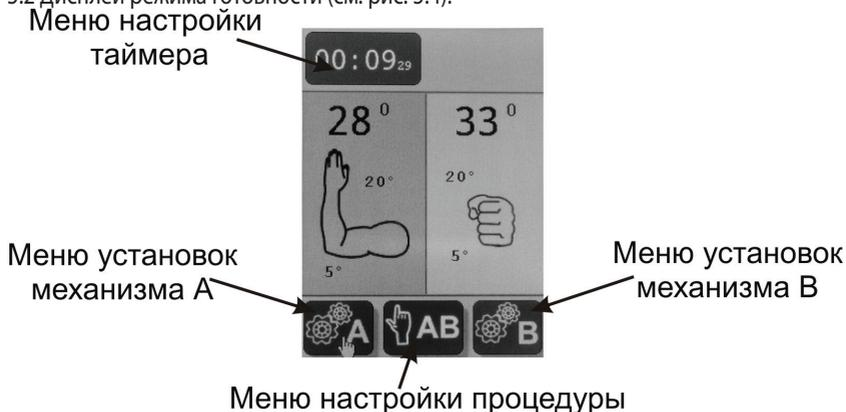

Рисунок 5.4 – Дисплей режима готовности
5.2 Дисплей режима готовности (см. рис. 5.4):
2. Включите Аппарат с помощью выключателя «ON/OFF» (4). После включения Аппарата слышен звуковой сигнал, на дисплее появляется логотип производителя.
3. По окончании загрузки на дисплее отображается дисплей режима готовности (см. рис. 5.4)